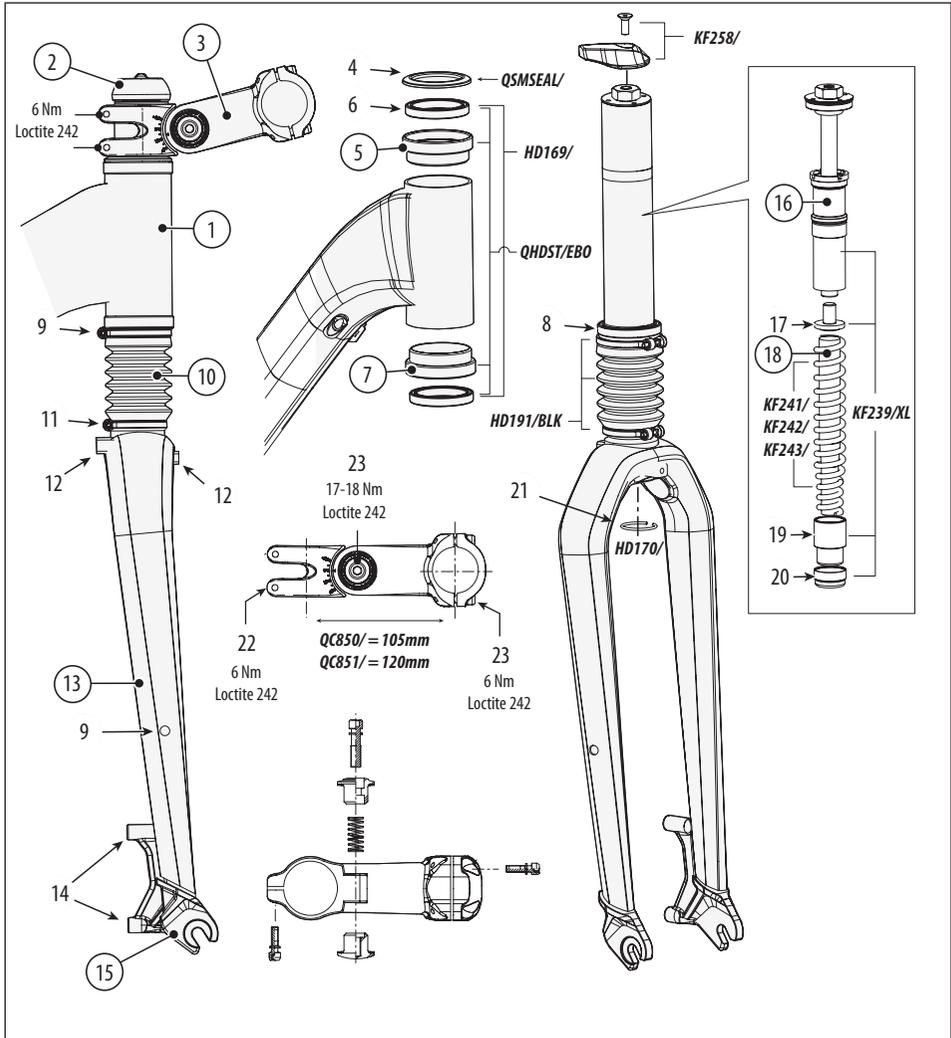

Figure 13.
Voir Figure 13. L'angle de la potence, et donc la position du guidon, peut être ajusté(e) selon vos préférences. Pour ajuster la position du guidon, desserrer le boulon de blocage d'angle de la potence (23), puis montez ou baissez le guidon. Lorsque le guidon est réglé à la position souhaitée, utilisez une clé dynamométrique pour serrer le boulon de blocage à un couple de 17 à 18 N.m.